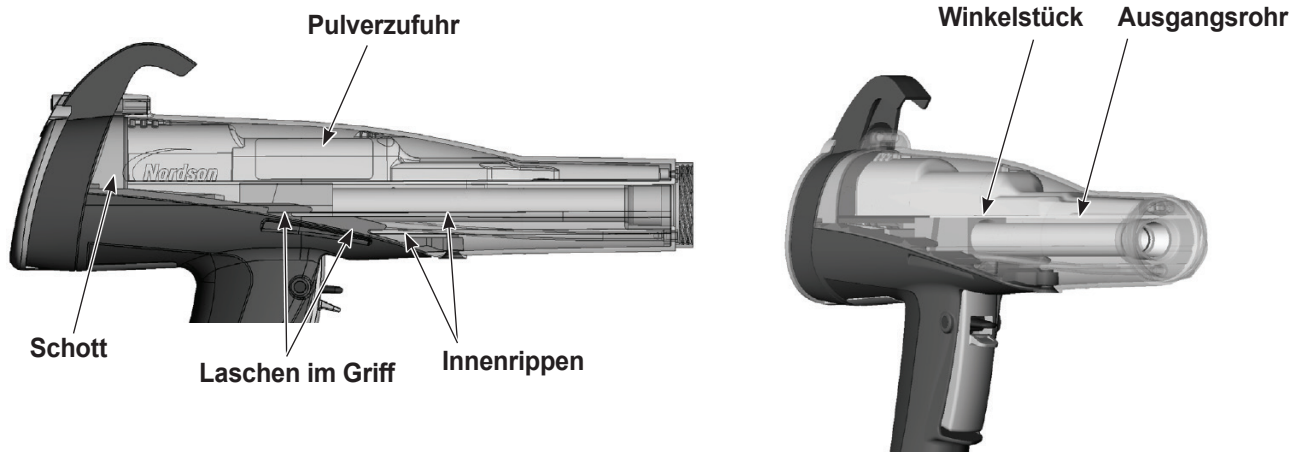

Abbildung 15 Applikator wieder zusammensetzen
1. Siehe Abbildung 15. Das Applikatorgehäuse und den Griff aufeinander ausrichten und zusammenschieben, wobei die Innenrippen des Applikatorgehäuses und die Laschen im Griff ineinandergreifen.